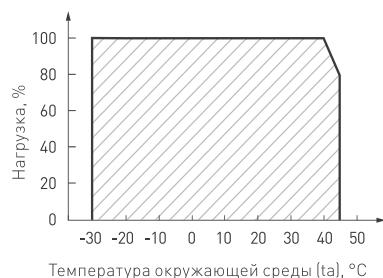

Рис. 2.
- ✓ температура окружающего воздуха от -20 до +45 °C, см. график зависимости максимально допустимой нагрузки на источник питания от температуры окружающей среды на рис. 2;
- 4.3. Не нагружайте источник питания более чем на 80% от его максимальной мощности. Учитывайте, что с повышением температуры окружающей среды, максимальная мощность источника питания снижается, см. график зависимости на рис. 2.